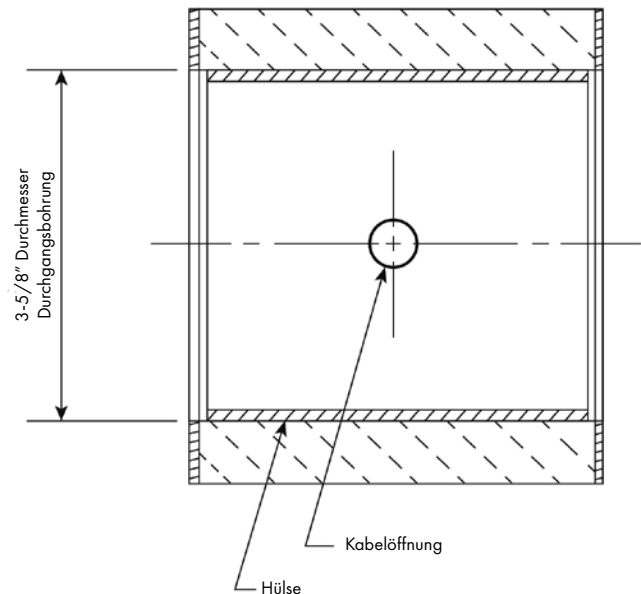

Abb. 1
2. Einen Kreis mit einem Durchmesser von 5-1/6 Zoll an der ausgewählten Stelle markieren und den Mittelpunkt markieren. Damit wird sichergestellt, dass der Lamellenflansch an die gewählte Stelle passt. In der gleichen Mitte ein Loch mit 3-5/8 Zoll Durchmesser durch die Wand schneiden (Abbildung 1).